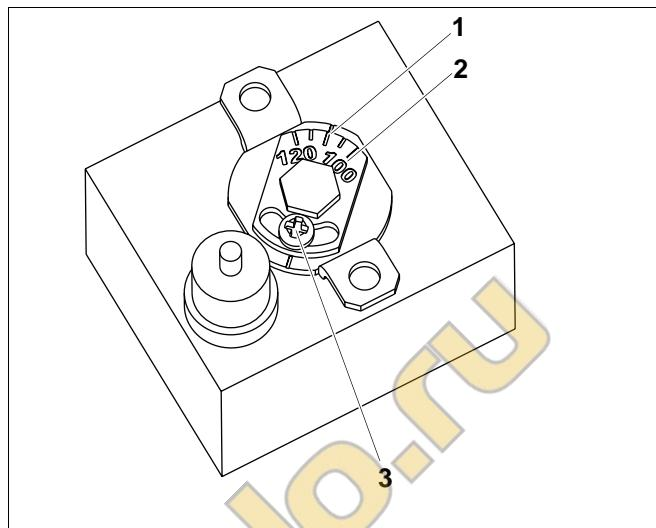
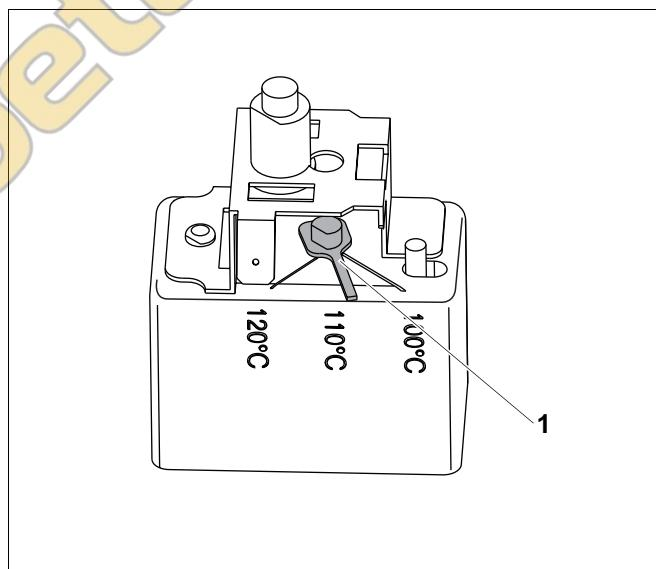

Рис. 61 STB, вариант А
Рис. 62 STB, вариант В
- Сначала нужно определить вариант установленного предохранительного ограничителя температуры (см. рис. 61 и рис. 62).
Вариант А (рис. 61)
- Ослабить винт (рис. 61, поз. 3).
- Пластины с температурной шкалой (рис. 61, поз. 2) установить на нужную температуру (рис. 61, поз. 1).
- Затянуть винт (рис. 61, поз. 3).
Вариант В (рис. 62)
- Установить рычажок (рис. 62, поз. 1) на нужную температуру.